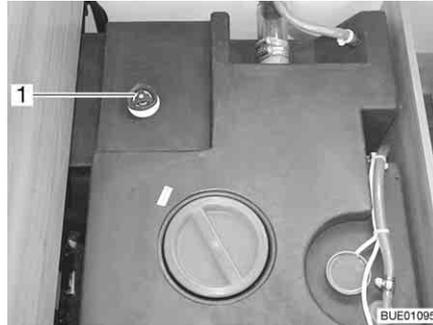

Fig. 150 Depósito de agua con tirador giratorio
- Girar el tirador giratorio (Fig. 150,1) sobre el depósito de agua en sentido de las agujas del reloj, hasta el tope.
- Girar el tirador giratorio (Fig. 150,1) sobre el depósito de agua en sentido contrario a las agujas del reloj, hasta sentir resistencia. El agua se saldrá hasta 50 litros.